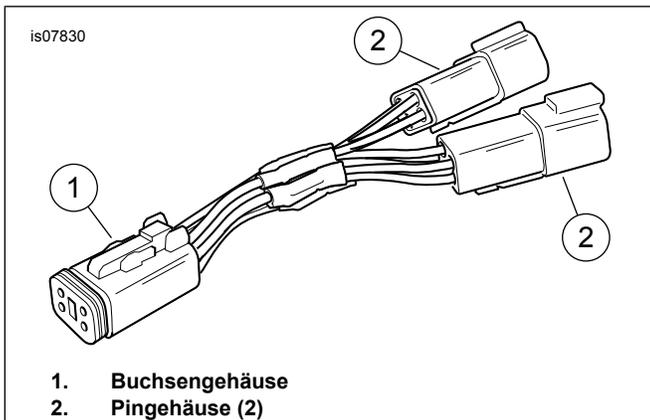

Abbildung 1. Doppeladapterkabel
- Siehe Abbildung 1. **Modelle von 1994-2013:** Das vierpolige Deutsch-Buchsengehäuse (1) in das Pingehäuse des Nebenverbraucherstromkreises einstecken, der sich vor der Batterie befindet. **Modelle von 2014-2016:** Das vierpolige Deutsch-Buchsengehäuse (1) in den Elektrikanschluss-Kabelbaum (Teile-Nr. 69200722, separat gekauft) einstecken. **Modelle von 2017 und später:** Das vierpolige Deutsch-Buchsengehäuse (1) in den Elektrikanschluss-Kabelbaum (Teile-Nr. 69201599, separat gekauft) einstecken.
- Das Buchsengehäuse des Nebenverbrauchers in die Pingehäuse (2) des Kabelbaums einstecken.